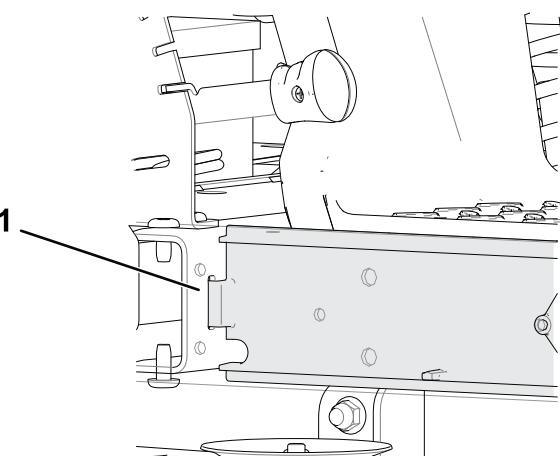

Figura 6
1. Introduzca la parte superior del protector debajo de la carcasa; incline el protector para que entre debajo del bastidor y encaje el protector en las muescas (Figura 6).